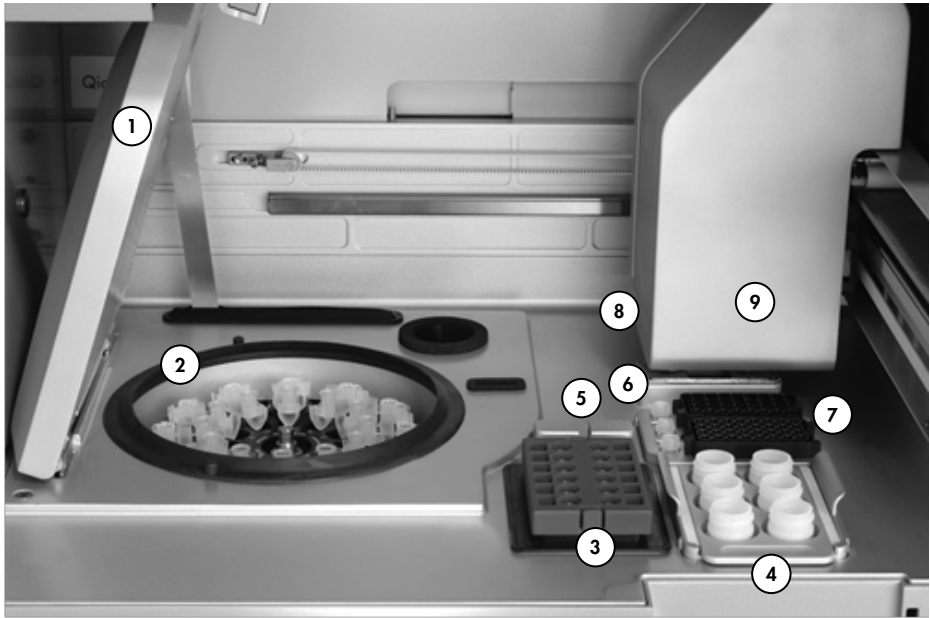

Abbildung 17. Ansicht der QIAcube Arbeitsplattform.
Setzen Sie 2 Pipettenspitzenge­stelle mit 1.000-µl-Filterspitzen in die QIAcube Arbeitsplattform (siehe Abbildung 17 auf Seite 42). Füllen Sie die Gestelle mit Spitzen auf, wenn erforderlich.
Entfernen Sie alle noch von vergangenen Läufen in den Stellplätzen für Mikrozentrifugenröhrchen vorhandenen Reaktionsröhrchen (PT) (siehe Abbildung 17 auf Seite 42). Füllen Sie 3 Reaktionsröhrchen (PT) mit den in Tabelle 5 aufgeführten Reagenzmengen entsprechend der Probenzahl in diesem Lauf.